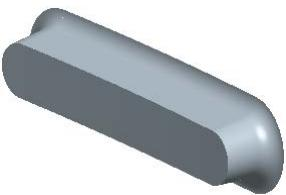
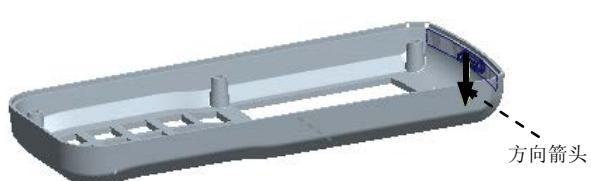

图 31.21 合并后
图 31.22 合并方向
Step7. 将复制3与复制4合并为合并3，合并结果如图31.21所示。按住**Ctrl**键，选取复制3与复制4；单击**分型面**操控板中**编辑**▼区域的**合并**按钮，此时系统弹出“合并”操控板；在操控板中单击**选项**按钮，在“选项”界面中选中 **相交**单选项；合并方向如图31.22所示，确认无误后，在“合并”操控板中单击✓按钮。